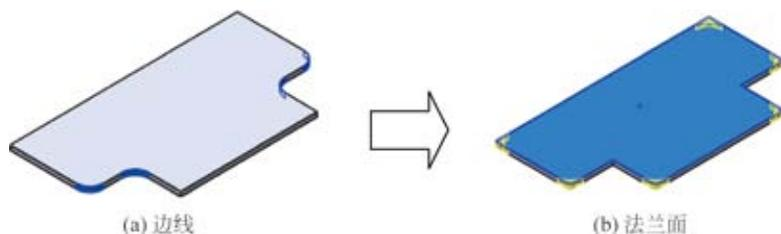

图 5.208 断裂边角
- 文本框：用于选择要断开的边角边线或法兰面。可同时选择两者，效果如图 5.208 所示。